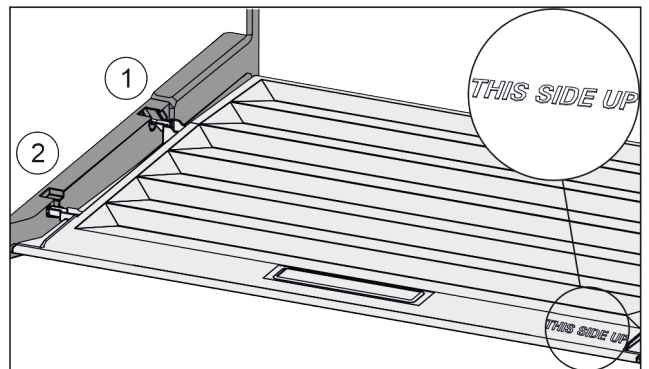

Fig. 94
- ▶ Sätt in lockbygeln över öppningen för den bakre hållaren Fig. 94 (1) och fäst den framtill i hållaren Fig. 94 (2).